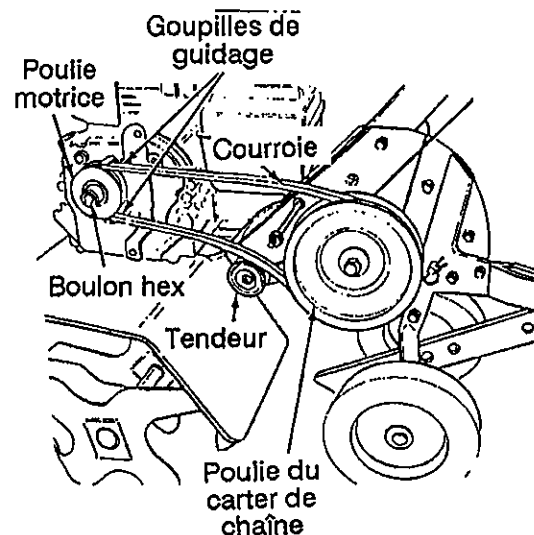

FIGURE 16-Modèle 340 seulement
4. Desserrez le boulon hex. qui maintient la poulie motrice. Voir la figure 16. Dégagez la moitié de la poulie des dispositifs de retenue de la courroie. Dégagez la courroie.
MODÈLE 340 SEULEMENT: En remontant la courroie, assurez-vous qu'elle passe bien entre les dispositifs de retenue à la poulie motrice et sur le tendeur, comme à la figure 16.